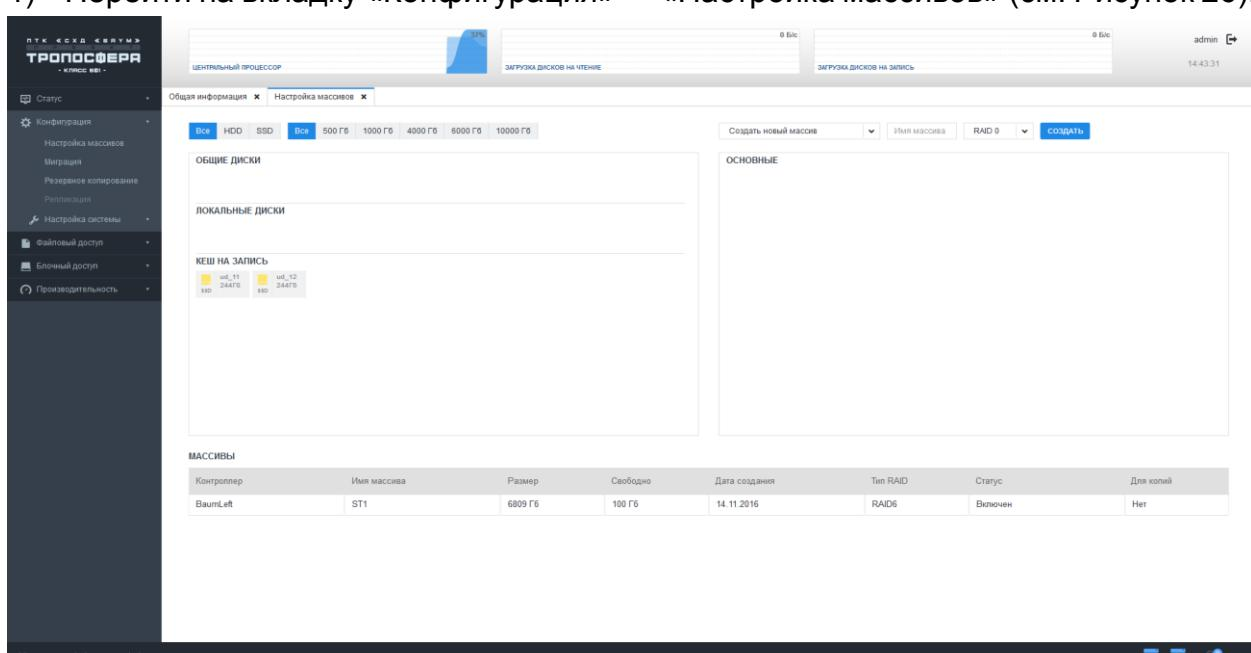

Рисунок 26 - Создание массива
- 1) Перейти на вкладку «Конфигурация» → «Настройка массивов» (см. Рисунок 26).